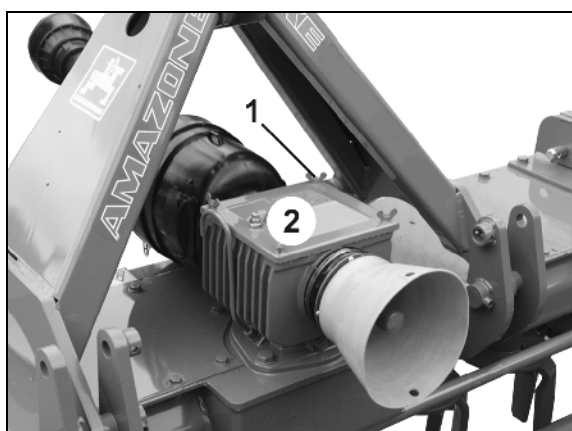

Bild 54
4. Lossa och ta bort skruvarna (Bild 54/1) till växellådslocket (Bild 54/2).